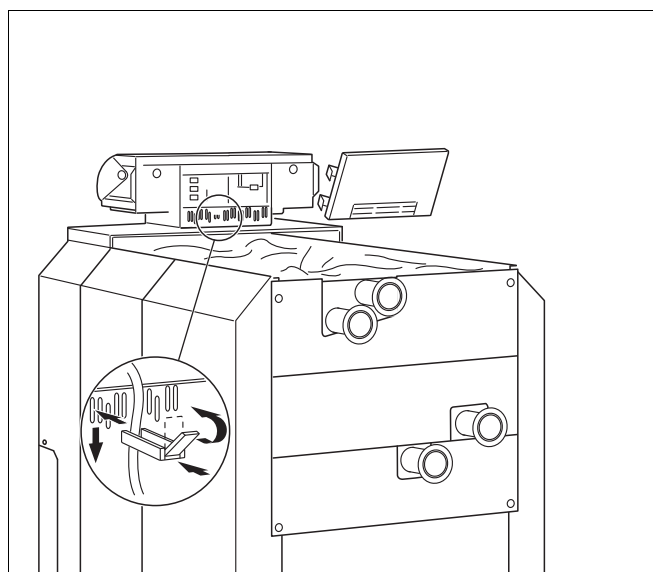

Рис. 18 Монтаж кабельных хомутов
При необходимости можно выломать или вырезать заглушку в задней стенке (рис. 18).
- Вставьте хомуты с уложенным в них кабелем в рамку и закрепите их, повернув рычажок (рис. 18).
- Вставьте оба нижних крюка задней стенки справа и слева со шлицем в верхнюю кромку рамки (рис. 18).
- Слегка нажмите верхние упругие крюки (по стрелке на рис. 18) и вставьте заднюю стенку так, чтобы оба крюка защелкнулись.